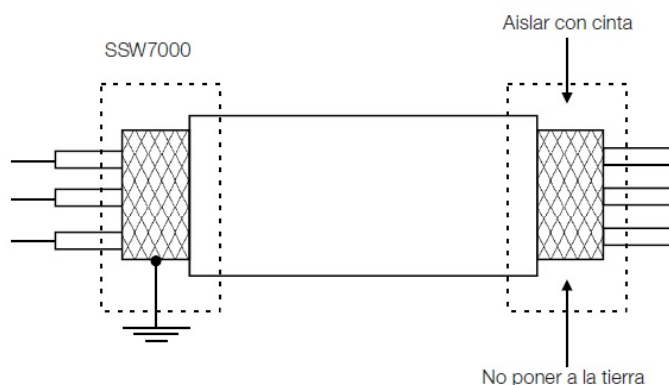
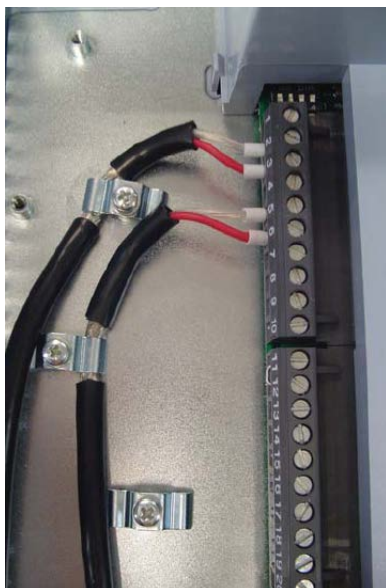

Figura 5.30: Conexión del blindaje
Figura 5.31: Ejemplo de conexión del blindaje de los cables de señal
- La correcta conexión del blindaje de los cables es presentada en la figura 5.30. Verifique el ejemplo de conexión del blindaje a la tierra en la figura 5.31.